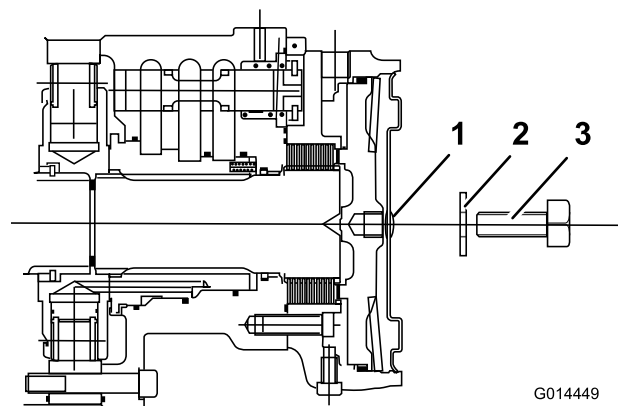

Figure 40
4. Placez une vis (M12 x 40 mm) munie d'une rondelle dans le trou au centre de la plaque d'extrémité du moteur (Figure 40).
5. Serrez la vis d'arrêt dans le trou fileté du piston de frein jusqu'à ce que le frein soit desserré (Figure 40).
6. Identifiez le frein à disque du moteur de roue avant gauche et répétez la procédure précédente (Figure 40).